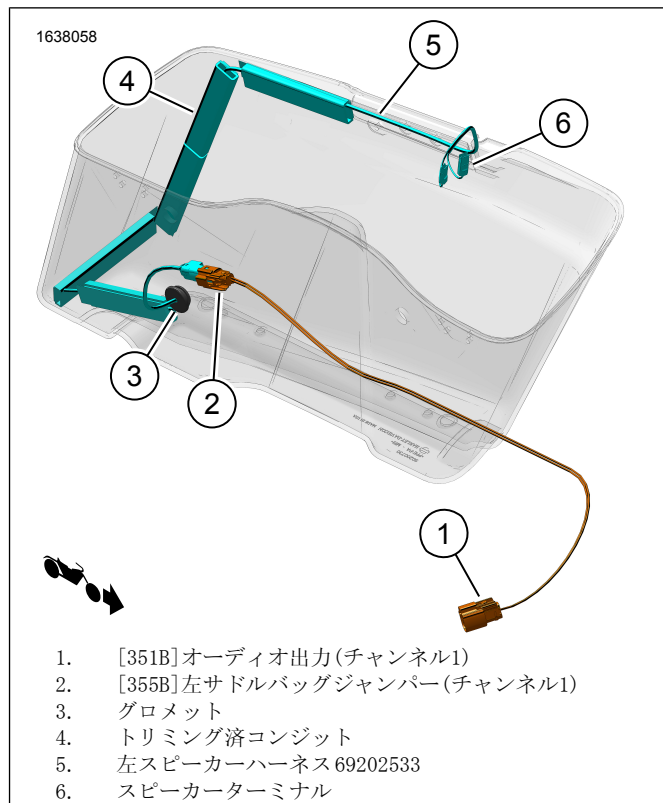
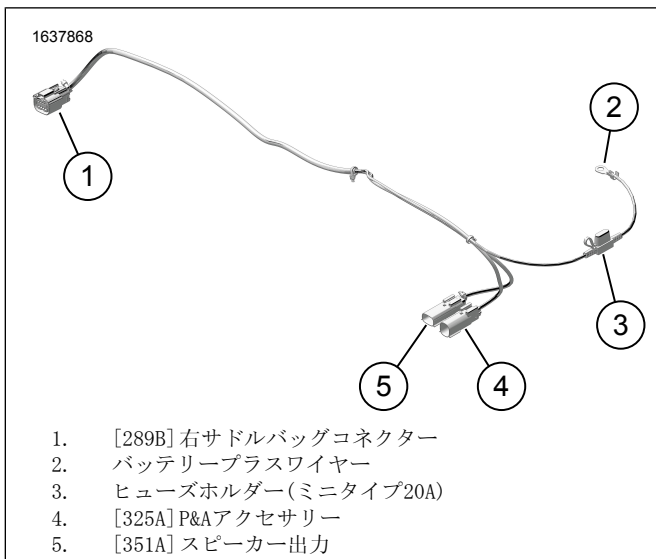
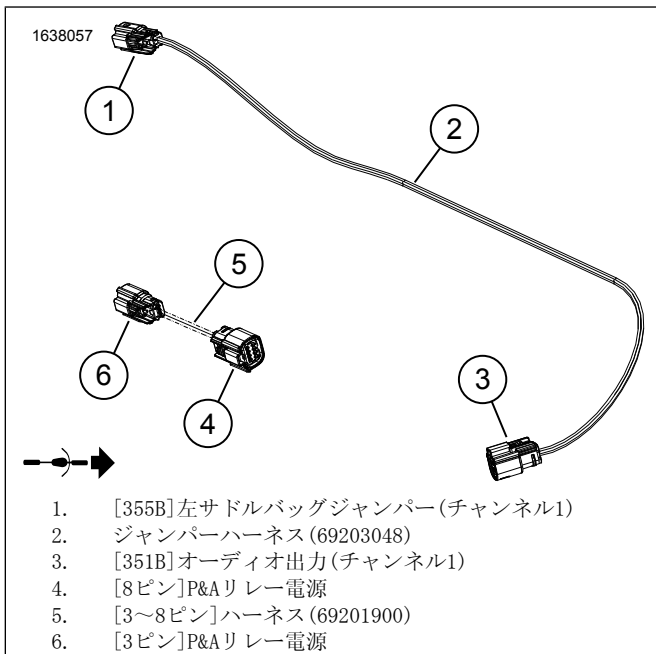

図4。左サドルバッグハーネスの取り回し
図15. 外部ハーネス (69202870)
図16. ジャンパーハーネス
12. 図4左スピーカーハーネスを取り付けます。
- b. 図4ワイヤハーネス(5)を図の通りに配線します。
1. 図15 バッテリープラスワイヤー(2)をバッテリープラスターミナルに接続します。サービスマニュアルを参照してください。
- a. 図15 [325A] (4)を車両フレームの左側に取り回します。
- b. 図16ジャンパーハーネス(5)の[3ピン](6)を外部ハーネス(69202870)の[325A] (4)に接続します。図15
c. 図16ジャンパーハーネス(5)の[8-Pin] (4)を車両のP&Aコネクタ[4]に接続します。左サイドカバーエリアの下にあります。
- a. [325A] (4)を車両フレームの右側に沿って取り回します。
- b. 図15 [325A]をP&Aコネクタ[325B]に接続します。右サイドカバーエリアの下にあります。
4. 図15 外部ハーネスの支線[289B] (1)をフレームとフェンダーストラットサポートに沿って取り回します。ケーブルストラップを使用して、ハーネスをアンカーポイントに仮留めします。ケーブルストラップをきつく締めないようにしてください。
8. 図16ジャンパーハーネス(69203048) (2)を取り回して、取り付けます。
- a. 図16ジャンパーハーネス(2)の[355B] (1)を左サドルバッグスピーカーハーネス(5)に接続します。図4
- c. 図16ジャンパーハーネス(69203048) (2)の[351B] (3)を外部ハーネス(69202870)の[351A] (5)にむけて取り回します。図15
10. 図120Aヒューズ(18)を外部ハーネスヒューズホルダー(3)に取り付けます。図15
4. 図15 [351A] (5)に接続します。